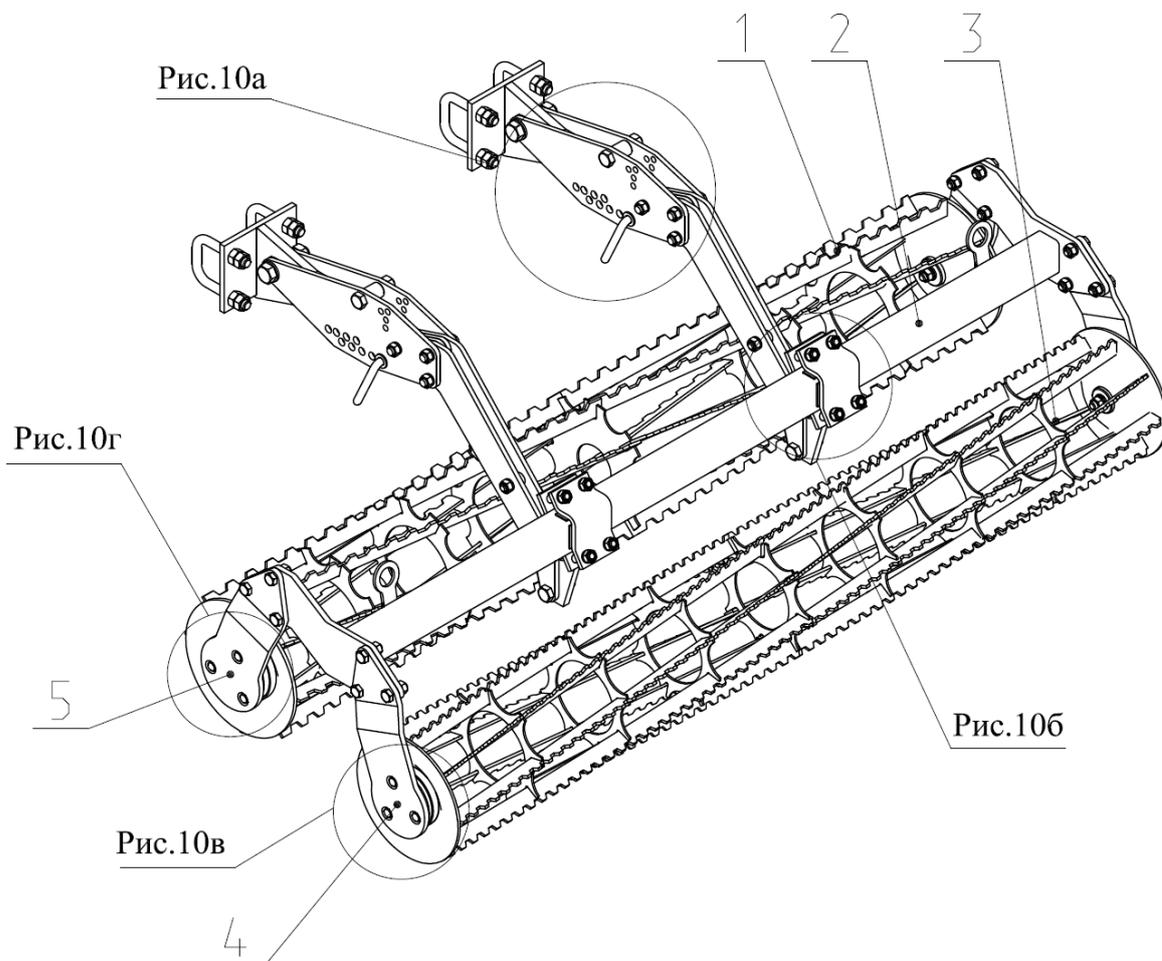

Рис.10 КСП 04.150 Секция катков двух рядных
2.6.2 Секция катков двухрядных (Рис.10) состоит из спирально-планчатого катка 1 и 3 закрепленных на подшипниках 2 (рис.10в и 10г) в корпусах 11. Корпуса закреплены болтами 1 в держателях 12. Держатели 4 и 5 (рис.10) закреплены на опоре 2 болтами М16. Опора через кронштейны 6 (рис10б), тяги 1, кронштейны 20 (рис10а) прикреплена к штангам 5. Штанги при установке на культиваторе закрепляются на задних балках центральной и боковых секциях скобами 2.
Рис.10а
Рис.10б
Рис.10в Подшипниковый узел.
Рис.10г Подшипниковый узел.